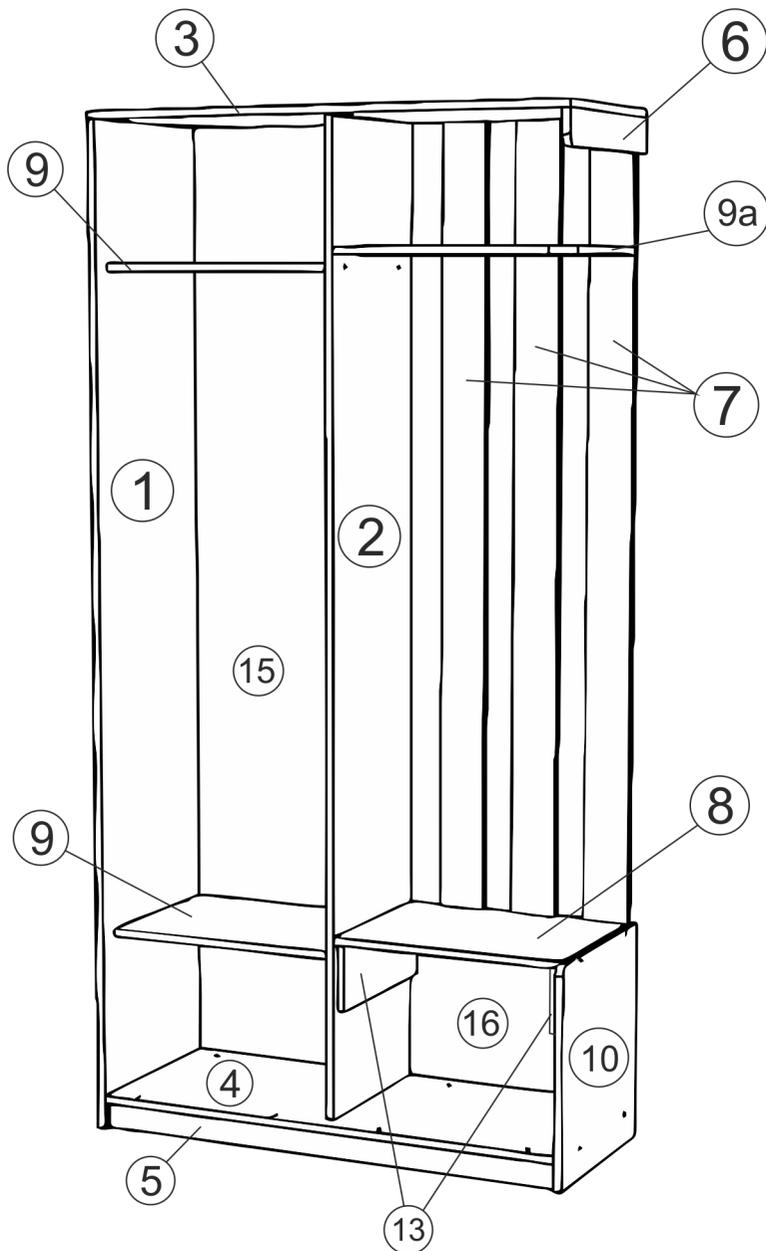

Рис.1
- 2) К щиту (9) саморезами (б) крепим выдвижную штангу (д).
- 3) К дну (4) евровинтами (а) присоединяем цоколя (5) - рис. 1.
- 4) К боковой стойке (1) евровинтами (а) присоединяем щиты (9).
- 5) Присоединяем евровинтами (а) боковую стойку (1) к дну (4).
- 6) Стойку среднюю (2) присоединяем евровинтами (а) к дну(4), щитам (9).